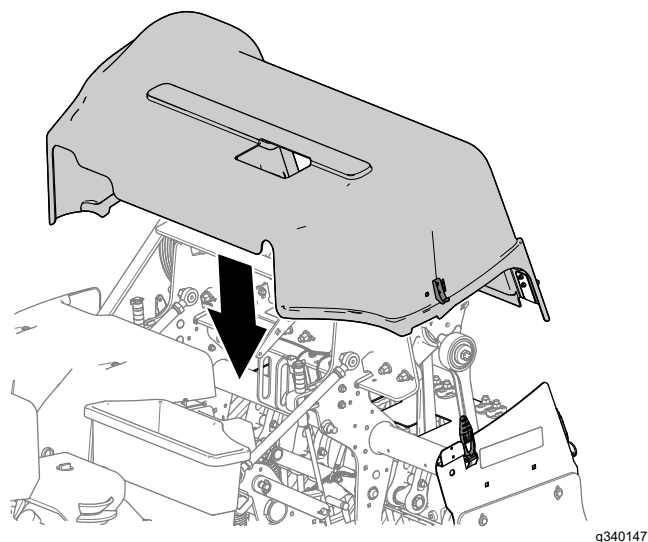

Figura 152
1. Aliniați capacul capului de carotaj la maină, aa cum se arată în Figura 152.